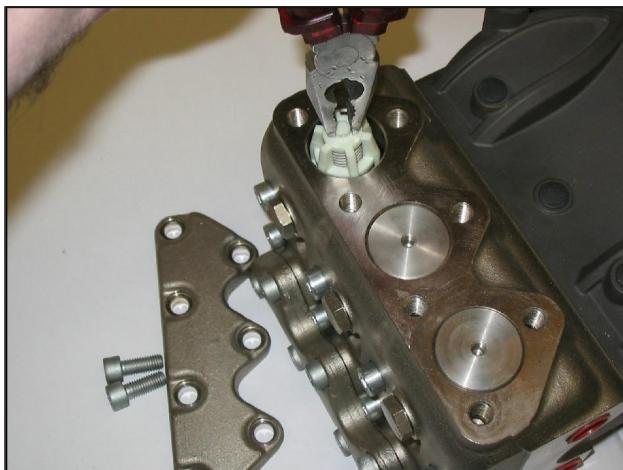

Abb. 16/a
- Lösen Sie die 7 Schrauben M10x25 der Ventildeckel und entfernen Sie die Deckel (Abb. 16, Abb. 16/a).